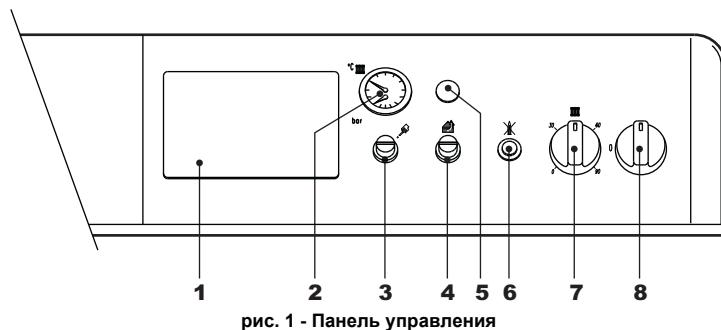

рис. 1 - Панель управления
- Переведите выключатель котла "8" в положение 1 (рис. 1).
- Если котел оборудован электронным терmostатическим блоком управления, установленным в положении 1 (рис. 1), пользователь должен также соблюдать инструкции, предоставляемые изготовителем данного блока.
Задайте с помощью терmostата температуру воздуха в помещении нужную температуру внутри помещения. При поступлении команды от комнатного терmostата котел включается, обеспечивая нагревание воды в системе отопления до температуры, заданной регулирующим терmostатом 7 на рис. 1. При достижении в помещении желаемой температуры котел выключается.